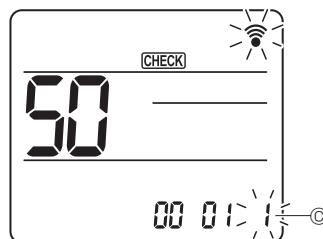

Fig. 6-17
- ④ Sélection du numéro de réglage
Utilisez la touche **▼** pour changer le numéro de réglage ⑥. (Fig. 6-17)